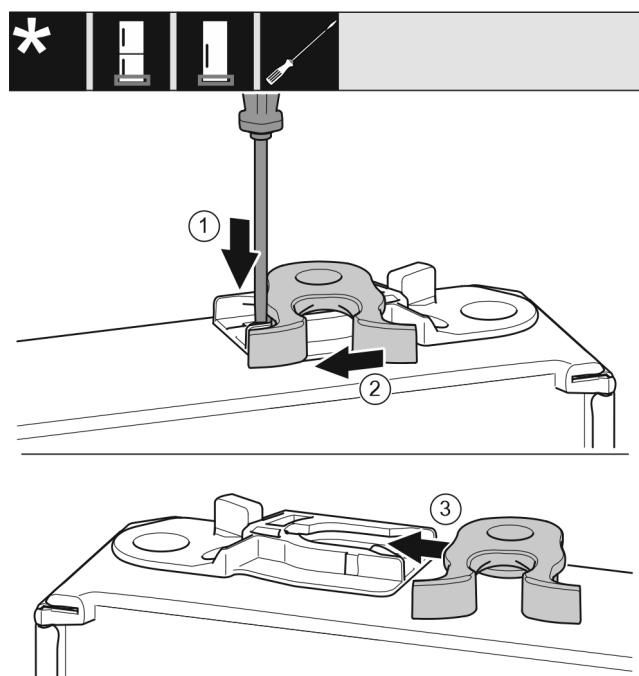

Fig. 17
- Spustelėkite antdėklą išdrožiniu atsuktuvu žemyn. Fig. 17 (1)
- Ištraukite uždarymo kabli iš kreipiklio. Fig. 17 (2)
- Uždarymo kabli kitoje pusėje įstumkite į kreipiklį. Fig. 17 (3)